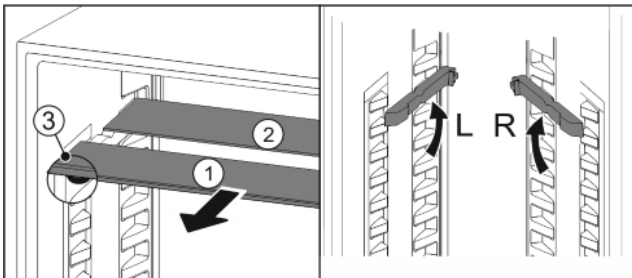

Fig. 20
- ▶ Retire Fig. 20 (1) las placas de cristal individualmente hacia adelante.
- ▷ Plancha de cristal Fig. 20 (1) con el tope de extracción está adelante.
- ▷ Los topes apuntan hacia abajo Fig. 20 (3).